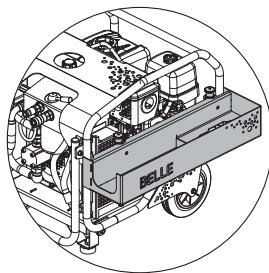

рис. 4
5. Повернуть лоток для инструмента вверх, чтобы вытяжные фиксаторы оказались над пазами вверху бокового щитка. Отпустить рукоятки вытяжных фиксатором, чтобы зафиксировать лоток на месте (см. рис. 4)